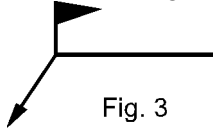

Fig. 3
2.3.2 Soudure faite au chantier : ajouter un drapeau suivant figure 3.